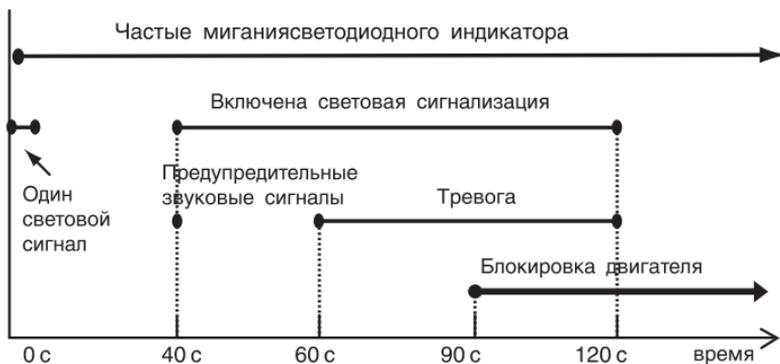

Рис.1.2. Временная диаграмма работы в режиме защиты от ограбления.
**1.11.1. Активизация с брелка.** Программируемая функция №5 должна быть установлена в состояние **с брелка**. Пока автомобиль находится в зоне действия брелка следует нажать и удерживать кнопку  более 2 с. Сигнализация включит режим и ответит одним световым сигналом. Светодиод начнет мигать с высокой частотой. Дальнейшее развитие событий не требует участия владельца и представлено на рис.1.2 в виде временной диаграммы.
**1.11.2. Автоматическая активизация.** Программируемая функция №5 должна быть установлена в состояние **автоматически**. В этом случае режим активизируется всякий раз при условии, что включено зажигание и была открыта, а затем закрыта дверь автомобиля. Включение режима происходит в момент закрытия двери и сопровождается одним звуковым сигналом и частым миганием светодиода (рис.1.2). В отличие от предыдущего варианта данный способ не требует вообще никаких действий со стороны владельца при насильственном захвате, но необходимо постоянно выключать режим при обычной эксплуатации автомобиля.
**1.11.3.** Для выключения режима, независимо от того, как он был активизирован, в период первых 90 с работы (рис.1.2) достаточно в течение 3 секунд 3 раза нажать кнопку  брелка. Режим выключится и в ответ прозвучит 2 сигнала сирены. Если с момента активизации прошло более 90 с необходимо применять процедуру аварийного выключения (п.1.15).